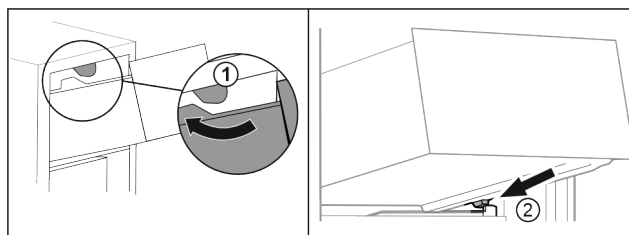

Fig. 77
- Lade om de bovenste stoppers leiden. Fig. 77 (1)
- Lade schuin achter de onderste stoppers op containerrib plaatsen. Fig. 77 (2)